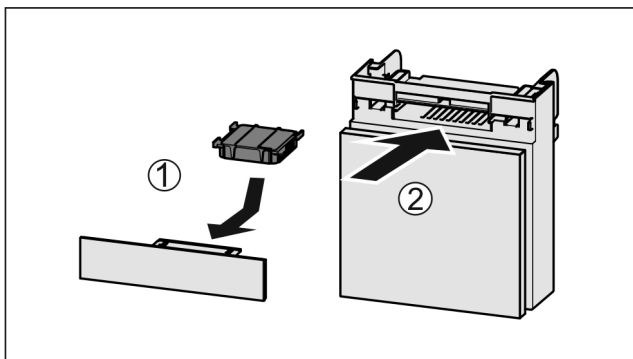

Fig. 112
- ▶ Установите фильтр с активированным углем, как показано на рисунке Fig. 112 (1).
- ▶ Вставьте отделение Fig. 112 (2).